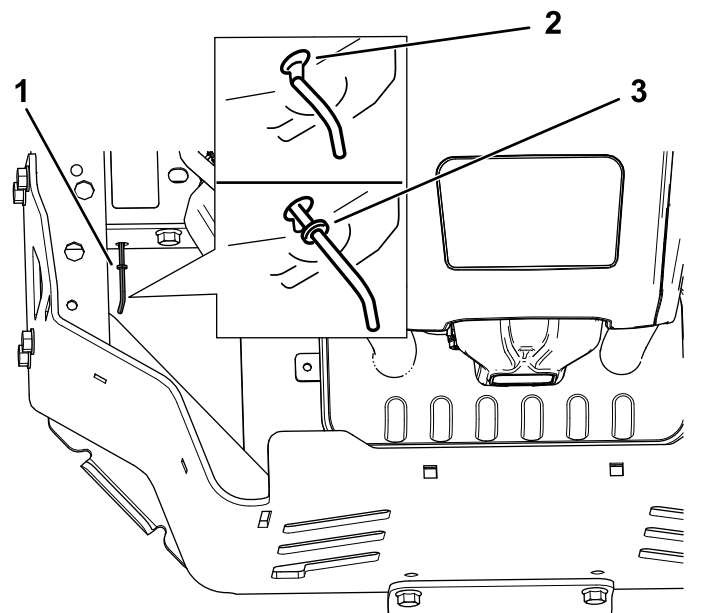

Figure 31
4. Déplacez les leviers de dérivation en avant dans l'encoche en trou de serrure, puis vers le bas pour les verrouiller en position (Figure 31).
Déplacez les leviers de dérivation en arrière dans l'encoche en trou de serrure, puis vers le bas pour les verrouiller en position, comme montré à la Figure 31.